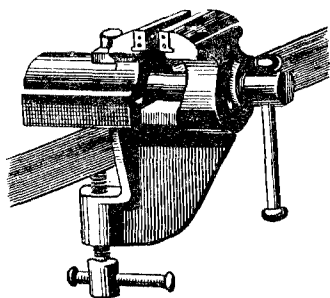
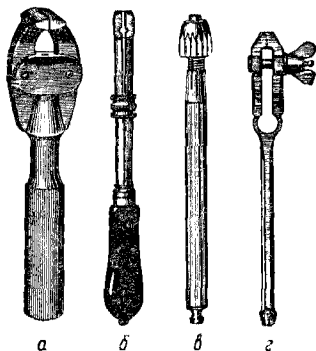

Рис. 2. Паралельні верстачні лещата.
Рис. 3. Ручні лещатка:
**Лещата.** Найзручнішими для годинникарської роботи є паралельні верстачні лещата з вставними сталевими губками шириною 60 мм (рис. 2). Для облилювання невеликих деталей та інших робіт слід мати ручні лещатка (рис. 3) з затискним кільцем, затискною гайкою або з банцем.
Дріт та інші круглі і дрібні деталі обпилюють в ручних лещатах (див. рис. 3) на дерев'яному бруску, великі предмети — у верстачних лещатах. Щоб не пошкодити